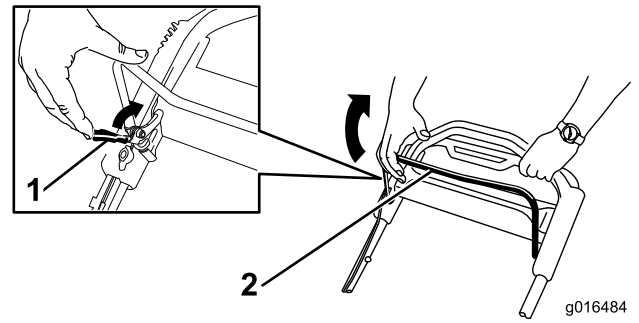

Bild 22
2. Ziehen Sie den Schaltbügel **langsam** zum Holm (Bild 22).
1. Ziehen Sie die Schaltbügel Sperre zum Schaltbügel (Bild 22).